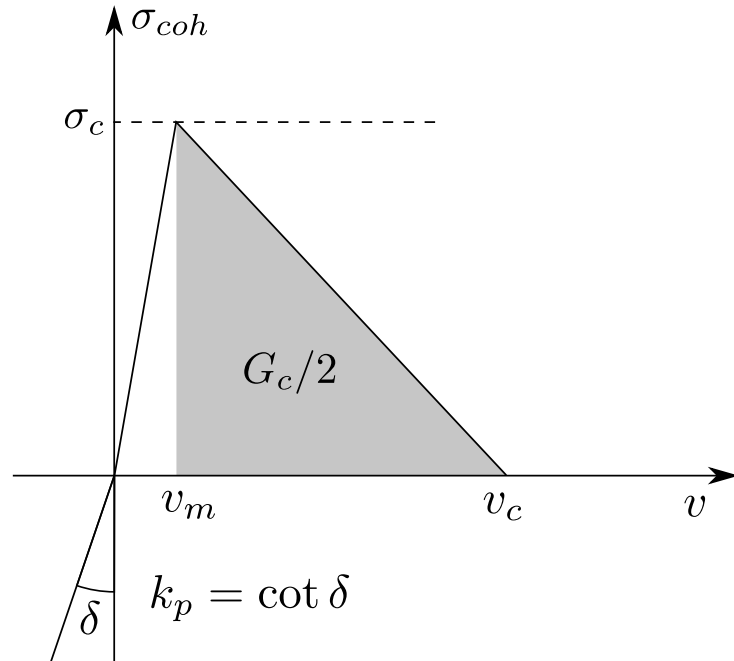

Рис. 2: Распределение напряжений сцепления
**Задача 1.** На паре мы рассмотрели решение, когда трещина имеет фиксированную длину  $L_r$ . В механике разрушения длина трещины определяется из условия равенства высвободившейся упругой энергии и энергии, которую нужно потратить на разрушение породы. В конечных элементах это легче всего реализуется с помощью задания так называемых напряжений сцепления  $\sigma_{coh}$  (Рис. 2), работа которых равна энергии разрушения. Эти напряжения действуют вблизи кончика трещины и пытаются по сути склеить вместе противоположные берега трещины. Подробности будут в следующем семестре на курсе по ГРП.